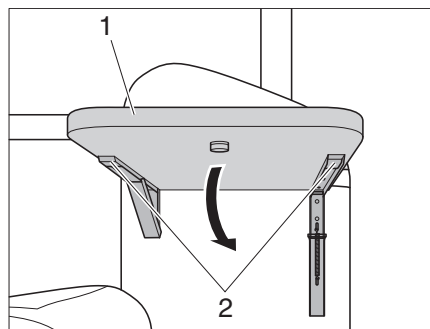

Fig. 32 Chiudere la base
- Premere le due leve di rilascio (Fig. 32,2) sotto la base e abbassare la base (Fig. 32,1).